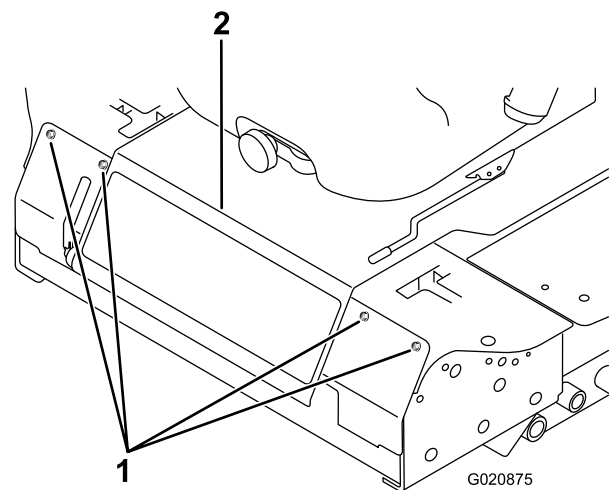

Figura 62
2. Afloje los pernos del panel delantero y retire el panel (Figura 62).